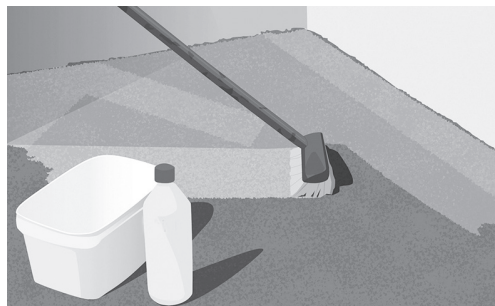

Рис. 3. Очистка и обработка пола
7. Обработайте пол подходящей грунтовкой (рис. 3).